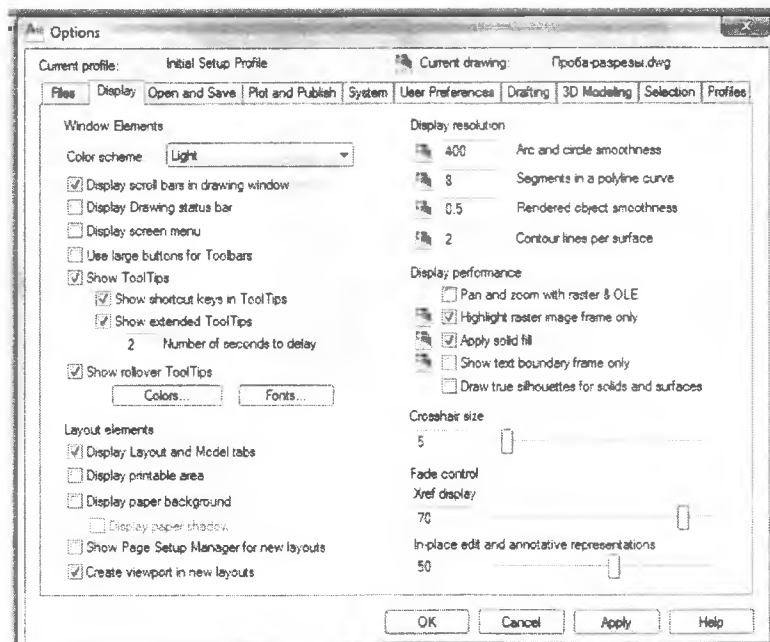

Рисунок 10.4
10.6. Отключаем границы печатаемой области. Для этого вызываем в меню **Tools**→**Options** и отключаем **Display printable area** и **Display paper background** (рис. 10.4).